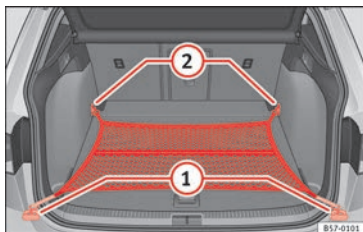

Fig. 162 Nel bagagliaio: rete fermacarico agganciata a livello del piano.
- Se necessario, sollevare gli occhielli di ancoraggio anteriori »» fig. 162 (2).
- Fissare i ganci della rete agli occhielli di ancoraggio (2) »» ⚠. La cerniera della tasca dev'essere rivolta verso l'alto.
- Fissare i ganci della rete agli occhielli di ancoraggio (1).